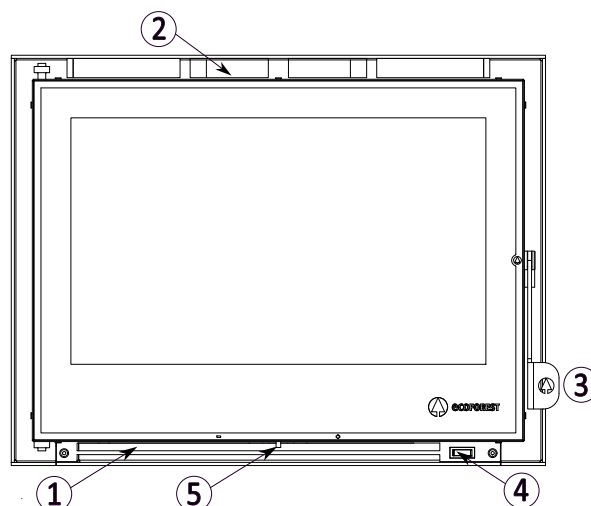

Afbeelding 13
- Raadpleeg de verkoper in geval van problemen met het elektrische systeem van de kachel (zie *Afbeelding 13*).
①	Convectieventilator.
②	Regelaar (2 snelheden)
③	Convector regelthermostaat
④	Schakelaar